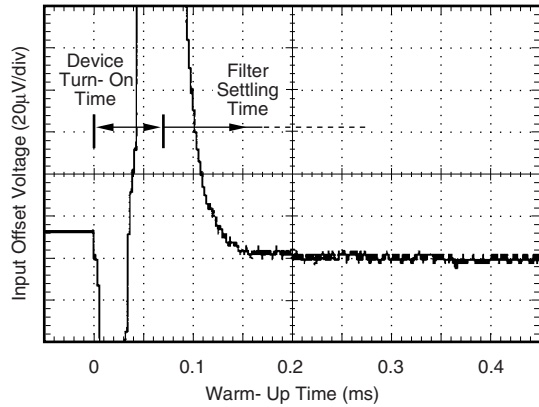

図8
(5) 代表的特性である「入力オフセット電圧対ウォームアップ時間」(図8を参照)。